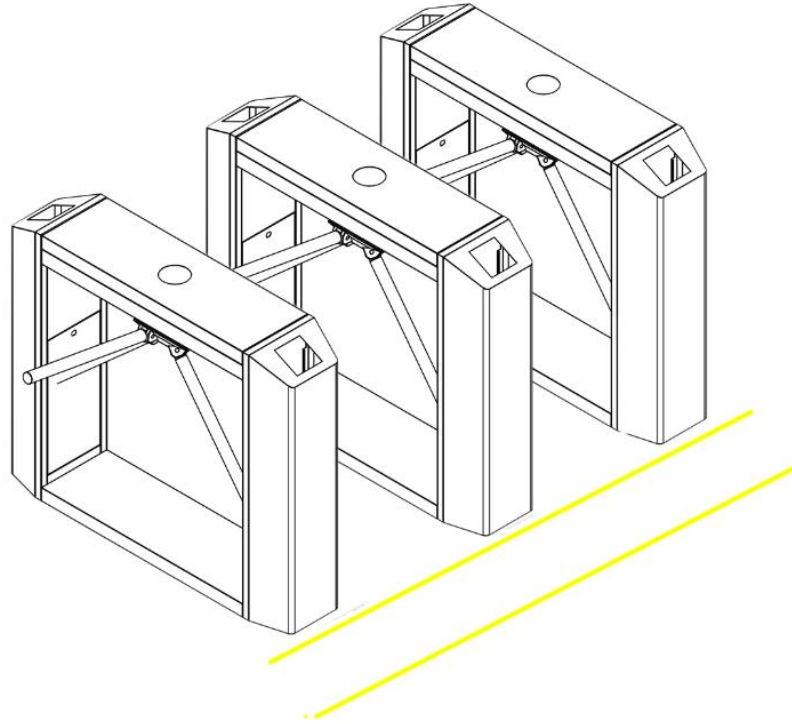

Figura 3-2
3. También se recomienda establecer una línea de advertencia para el deslizamiento de tarjetas (consulte la Figura 3-2). La línea de advertencia solicita a los usuarios que pasen tarjetas en un área en particular, lo que reduciría en gran medida la probabilidad de falla del equipo causada por operaciones incorrectas.